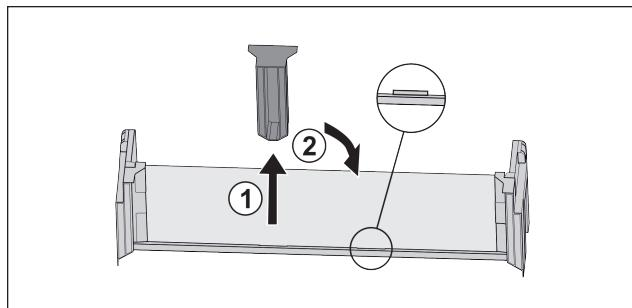

Fig. 26
- ▶ Stiahnite stredný prídržný diel Fig. 26 (1).
- ▶ Nasadte stredný prídržný diel do druhej pozície Fig. 26 (2).